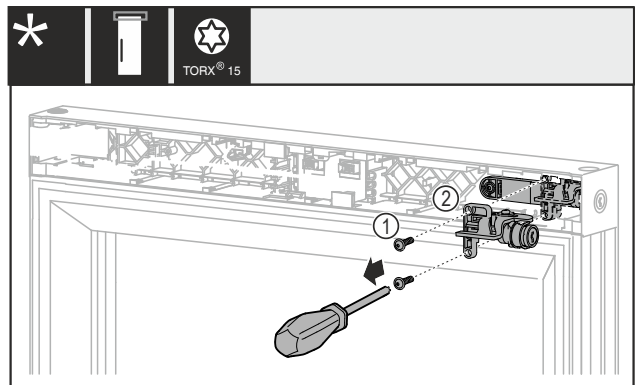

Fig. 10
- Retirer les vis Fig. 10 (1).
- Retirer le verrou mécanique Fig. 10 (2).